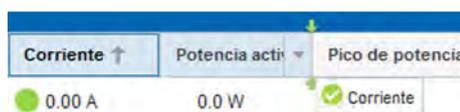

Fig. 96: Desplazar un parámetro
5. ➔ En caso necesario, puede hacer clic en un parámetro (p. ej., "Corriente") y cambiarlo de sitio en la línea de títulos (Fig. 96).